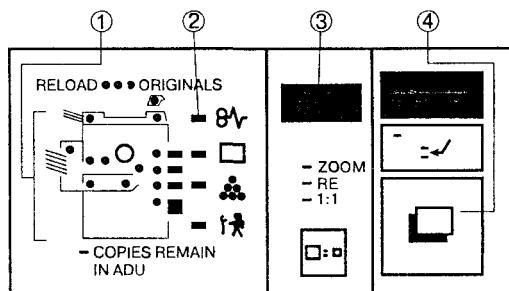

Рис. 2.1
1. Контрольные лампочки положения застревания бумаги (код J) (рис. 2.1).